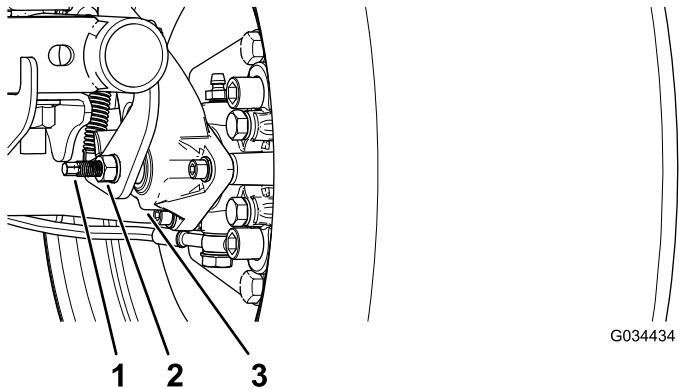

Figure 59
3. Utilisez 2 clés, une pour maintenir le tenon de réglage en place sur l'étrier et l'autre pour desserrer l'écrou de blocage de 1/4 de tour (Figure 59).
4. Tout en maintenant le tenon de réglage et l'écrou de blocage en place, tournez le tenon pour le serrer (Figure 59).
5. Tout en maintenant le tenon de réglage et l'écrou de blocage en place, tournez le tenon en arrière de 1/4 de tour (Figure 59).
6. Tout en maintenant le tenon de réglage et l'écrou de blocage en place, serrez l'écrou de blocage (Figure 59).